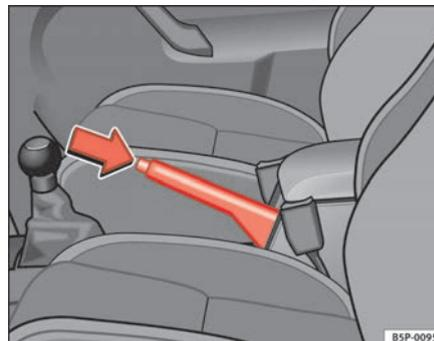

Fig. 105 Frein à main entre les sièges avant
- Serrez le frein à main à fond en relevant le levier vers le haut ⇒ fig. 105.
- Soulevez légèrement le levier de frein à main, appuyez sur le bouton de verrouillage dans le sens de la flèche ⇒ fig. 105 et abaissez le levier au maximum ⇒ .